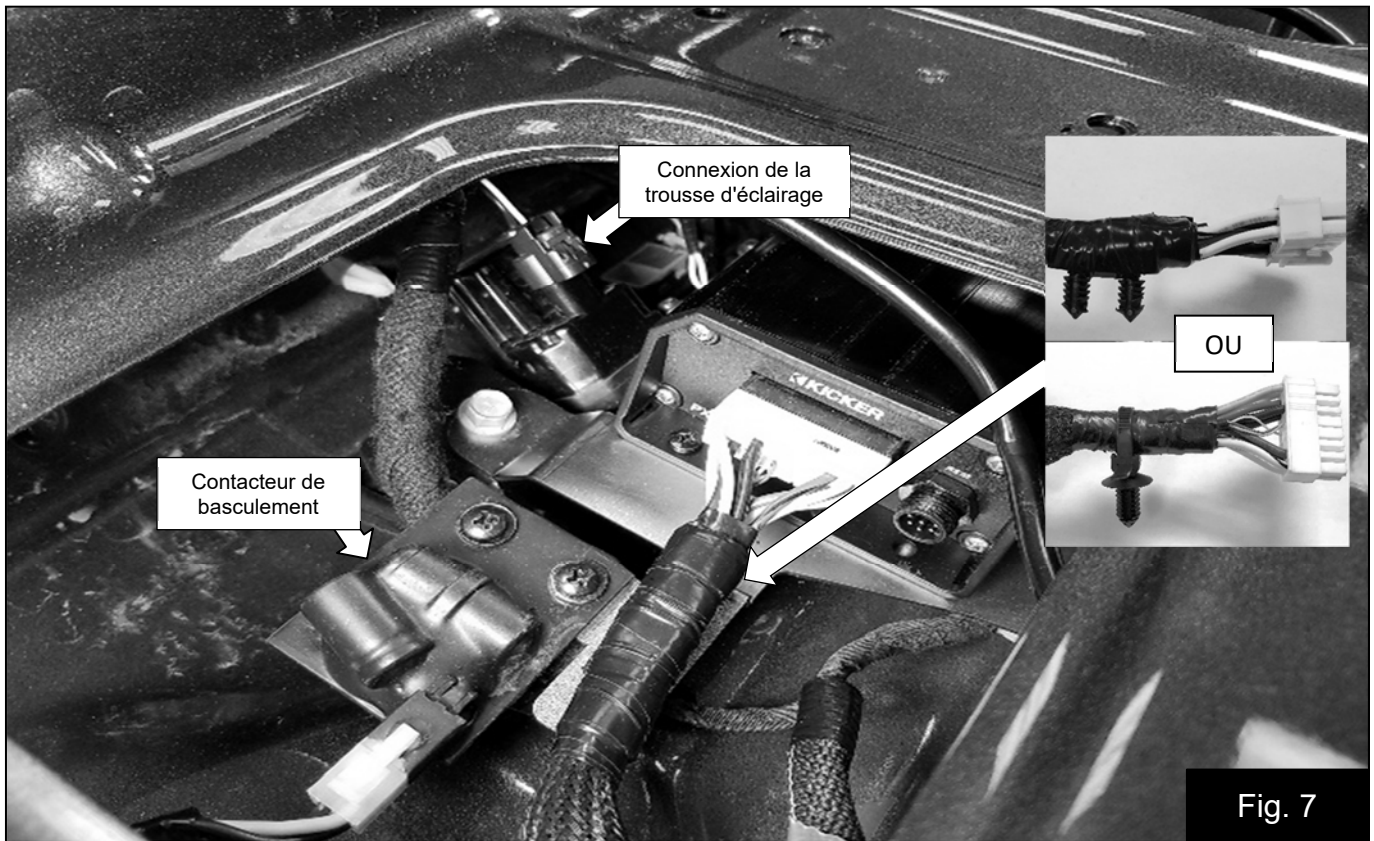

Fig. 7
10. Connectez le faisceau de l'amplificateur à l'amplificateur et le connecteur à quatre broches au contacteur de basculement fixé au support de l'amplificateur. Fig. 7 Acheminez le faisceau le long du faisceau d'usine vers le côté passager.
11. Fixez le faisceau de l'amplificateur en place avec l'un des deux dispositifs de retenue fournis. Fig. 7
12. Débranchez le connecteur illustré, puis installez le faisceau en « T » de la trousse d'éclairage (le cas échéant). Fig. 7